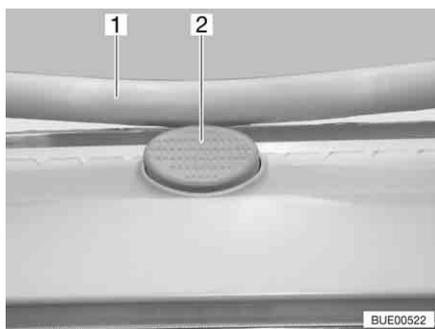

Fig. 61 Bottone di sicurezza sull'oblò Heki
- Premere il bottone di sicurezza (Fig. 61,2) e tirare verso il basso la staffa (Fig. 61,1) con entrambe le mani.
- Premere la staffa verso l'alto con ambedue le mani, finché la staffa non poggia al di sopra del bottone di sicurezza (Fig. 61,2).